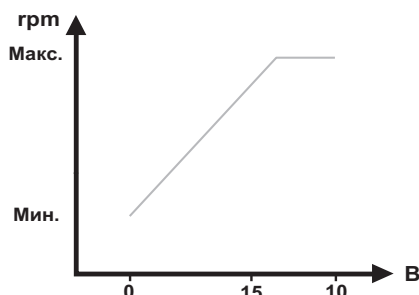

Рис. 56 Зависимость скорости насоса от установленного значения сигнала 4–20 мА
1) Когда насос находится под управлением внешнего сигнала 4–20 мА, его рабочее состояние изменяется на основе диапазона уровней входного сигнала. График зависимости скорости насоса от установленного значения сигнала 0–10 В приведен на рис. 56